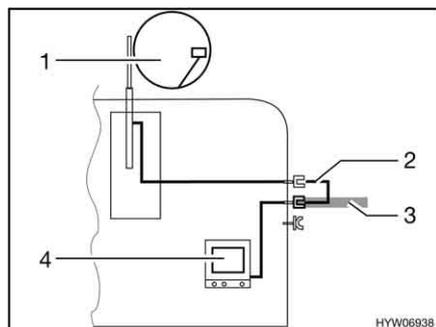

Fig. 155 TV en el vehículo
- TV en el vehículo (Fig. 155,4): Conexión a la antena del techo (Fig. 155,1) con el cable de conexión (Fig. 155,2)
- TV en el vehículo (Fig. 155,4): Conexión a antena externa (Fig. 155,3)